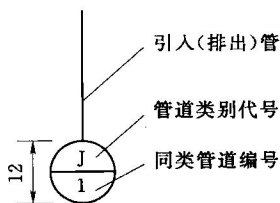

图 1.3 给水引入(排水排出)管编号表示方法
1) 当建筑物的给水引入管或排水排出管的数量超过 1 根时,宜进行编号,编号宜按图 1.3 所示的方法表示。